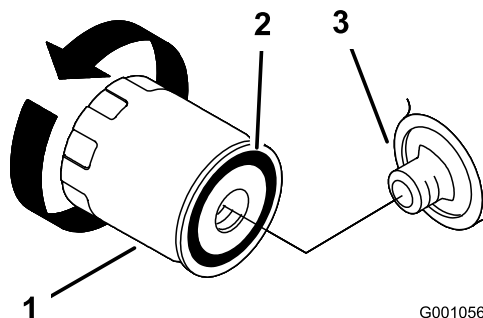

图 18
2. 拆下旧滤清器并擦拭滤清器安装座垫片表面图 18。
3. 在替换滤清器的橡胶垫片上抹上一层薄薄的新鲜机油图 18。
4. 将替换机油滤清器安装到滤清器安装座上顺时针旋转机油滤清器直至橡胶垫片接触到滤清器安装座然后再将滤清器拧 $\frac{3}{8}$ 至 1 圈图 18。